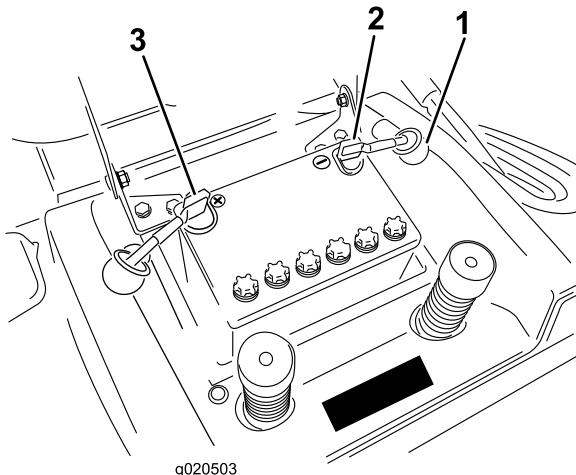

Figura 33
7. Staccate il cavo negativo (nero) di terra dal polo della batteria (Figura 33).
9. Staccate il cavo positivo (rosso) dal polo della batteria (Figura 33).
1. Collocate la batteria sullo chassis voltendo i poli verso il parte posteriore del trattore (Figura 33).
3. Utilizzando il bullone ed il dado ad alette, collegate il cavo positivo (cappuccio rosso) al polo positivo (+) della batteria (Figura 33). Infilate il cappuccio di gomma sul polo della batteria.
4. Utilizzando il bullone e il dado ad alette, collegate il cavo negativo (nero) al polo negativo (-) della batteria (Figura 33). Infilate il cappuccio di gomma sul polo della batteria.